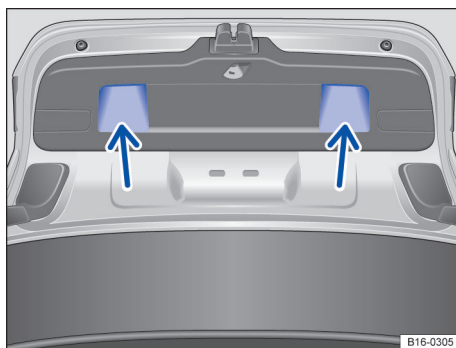

Fig. 60 Tampa traseira aberta: rebaixas (setas) para puxar e fechar.
- Puxar a tampa traseira pelo rebaixo no revestimento interno → Fig. 60 com impulso para baixo, de modo que se encaixe na fechadura → .